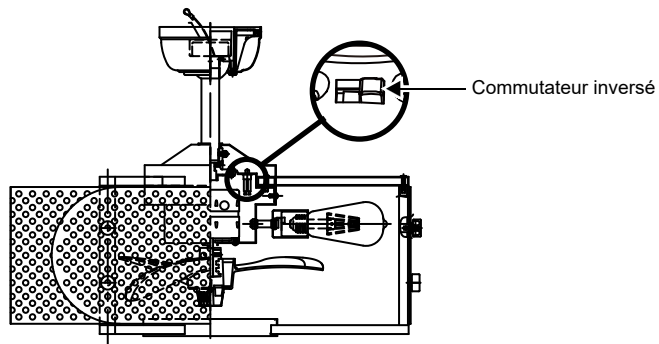

Fig. 21
**REMARQUE:** Ce système de contrôle n'est PAS conçu pour "inverser" la rotation des pales. Pour régler les pales du ventilateur en marche arrière, l'interrupteur à glissière arrière est situé sur la partie supérieure du boîtier du moteur (à l'intérieur du couvercle du coupleur, comme illustré à la Fig. 21).